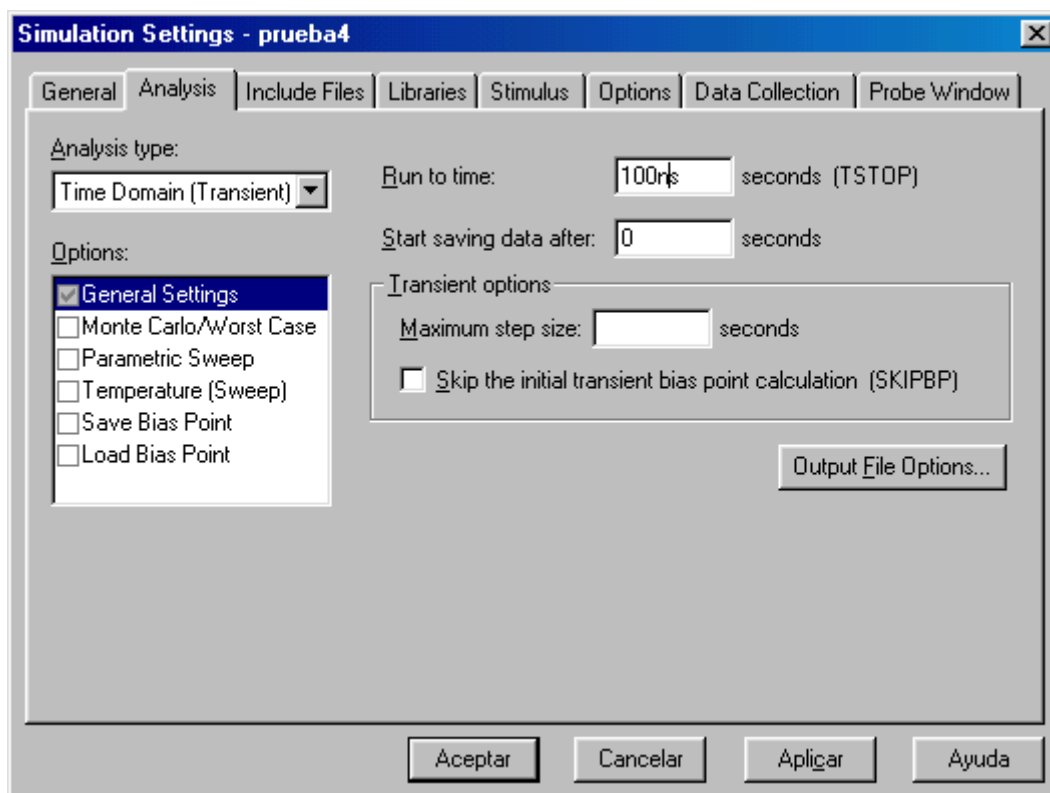

Figura 8: Ventana Analisis, (Edit Simulation Settings).
• **Análisis.** Aquí se configura el tipo de análisis, que puede ser *Time Domain (Transient)*, para el transitorio; *DC Sweep*, para representar funciones de transferencia; *AC Sweep*, para la respuesta en frecuencia y *Bias Point* para el punto de trabajo. Ver *Figura 8*. En el *apartado 4.6* se dichos análisis tratarán en profundidad.